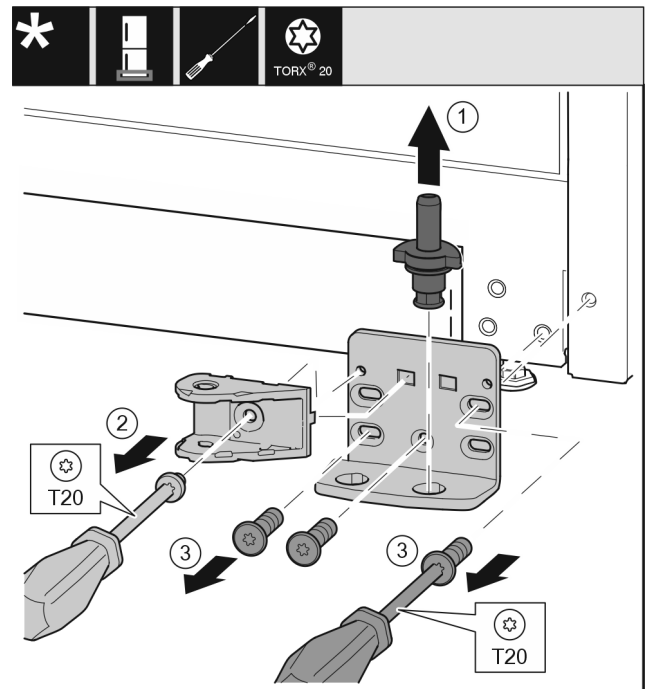

Fig. 32 *
- ▶ Sortir complètement l'axe de palier par le haut. Fig. 32 (1)*
- ▶ Desserrer la vis avec le tournevis T20 et enlever le joint amortisseur de fermeture. Fig. 32 (2)
- ▶ Desserrer les vis avec le tournevis T20 et enlever le support de palier. Fig. 32 (3)*